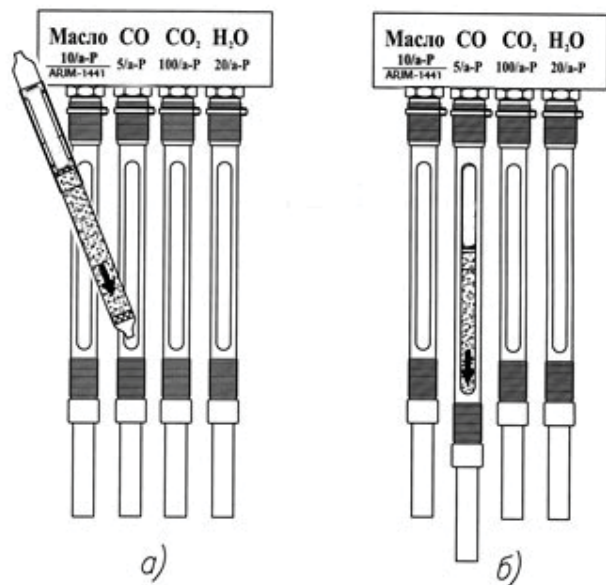

Рисунок 8
- вставить индикаторную трубку в держатель с маркировкой «CO», направляя стрелку на трубке от коллектора (рисунок 8);